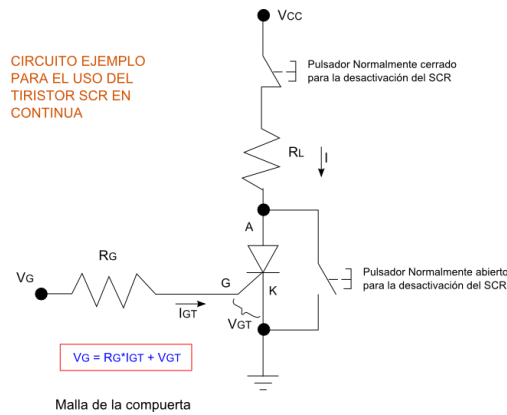

Figura 01. Circuito de prueba del SCR.
**5.1 Prueba del SCR en corriente continua.**- Simular el circuito de la figura 01 en Proteus, armar el circuito en protoboard, RL= Lámpara incandescente de 20 watt, Vcc=12V.